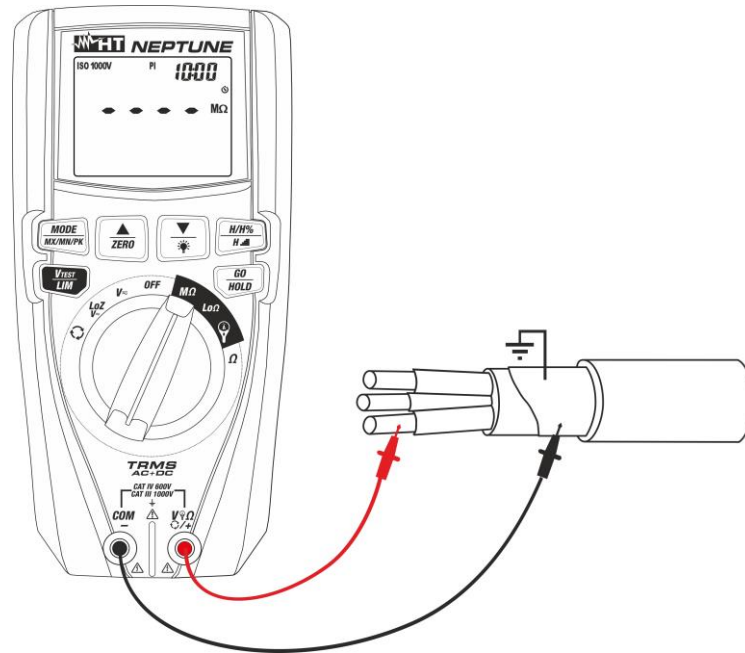

Fig. 22: Uso del instrumento para medida resistencia de aislamiento en modo PI
6. Inserte el conductor rojo en el terminal de entrada **VΩ/+/+** y el conductor negro en el terminal de entrada **COM/-** y eventuales terminales de cocodrilo y conecte el instrumento a la instrumentación en examen (vea la Fig. 22)